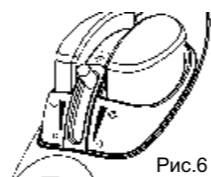

Рис.6
5. Установите кнопку терморегуляции в желаемое положение в зависимости от типа ткани, а регулятор подачи пара установите в положение "☁" («Пар») (Рис.6), и после этого из выпускных отверстий на подошве утюга начнет выходить пар. Во время процесса глажения с паром, индикатор питания может изменяться от мигающего к стабильному. Это считается нормальным. Причина этому есть то, что в приборе автоматически срабатывает предохранение от перегрева.
6. При установке кнопки терморегуляции в положение "1" или "2", парообразование не будет происходить из-за слишком низкой температуры подошвы, что не может способствовать образованию пара. Рис.6